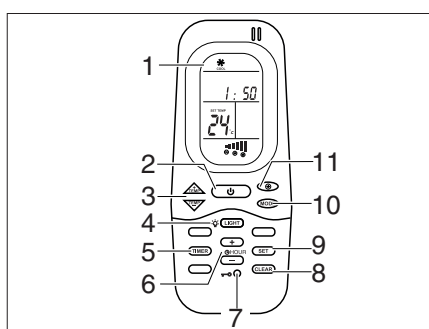
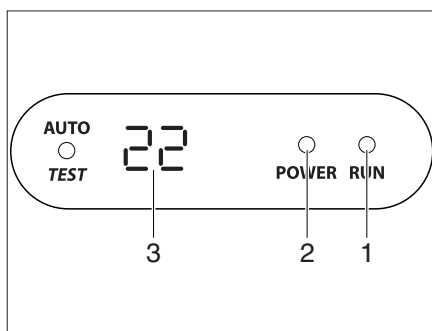

Bild 309 Fjärrstyrning
Bild 310 Display på diffusorn
Klimatanläggningen är monterad på fordonets tak. Fjärrstyrningen (Bild 309) för klimatanläggningen finns i köket.
- Anslut fordonet till 230 V-försörjningen. Klimatanläggningen är driftklar. Lysdioden (Bild 310,2) på diffusorns display lyser röd.
- Tryck på På-/Avslagningsknappen (Bild 309,2) på fjärrstyrningen för att starta. Lysdioden (Bild 310,1) lyser grön när klimatanläggningen arbetar med kylning. Lysdioden (Bild 310,1) lyser röd när klimatanläggningen arbetar med uppvärmning.
- Ställ in önskat driftläge med knappen MODE (Bild 309,10).
- Ställ vid behov in önskat fläktsteg med knappen (Bild 309,11) och rumstemperaturen med knapparna (Bild 309,3).
- Tryck på På-/Avslagningsknappen (Bild 309,2) på fjärrstyrningen för avslagning.
- Starta med På-/Avslagningsknappen (Bild 309,2) på fjärrstyrningen för att programmera klimatanläggningen.
- Tryck på knappen TIMER (Bild 309,5). ON-indikeringen för starttiden aktiveras.
- Ställ klockan med knapparna TEMP (+/-) (Bild 309,3).
- Tryck på knappen TIMER (Bild 309,5) igen. OFF-indikeringen för starttiden aktiveras.
- Tryck på knappen TIMER (Bild 309,5) igen.
- Tryck på knappen SET (Bild 309,9) i slutet av inställningen.
- Tryck på knappen CLEAR (Bild 309,8) för att radera timer-programmeringen.